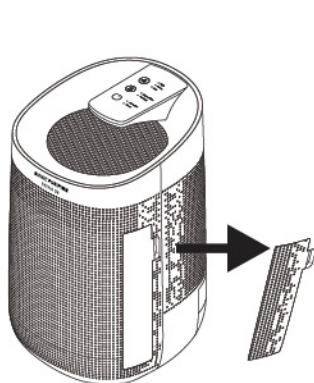

fig. 1
1. Trek en til om het filterdeksel (fig. 1) te openen.